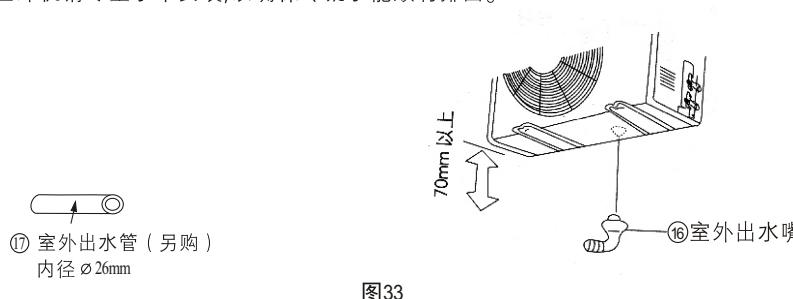

图33
- 2 请将机体在安装后,按图33所示将附件⑯ 室外出水嘴安装在出水孔中,再套上附件⑰ 室外出水管(另购),使之朝向最合适的位置。